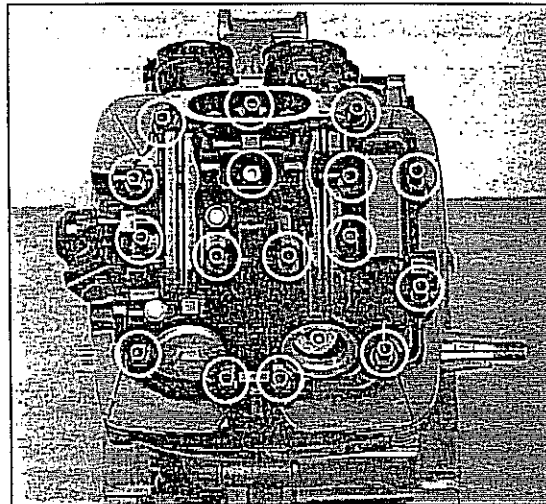

Bild 104
- 16 Innensechskantschrauben SW 5 (in Bild 104 eingekreist) schrittweise über Kreuz lösen. Drehzahlmesserwinkelgetriebe: Schraube SW 5 (Pfeil in Bild 104) ausdrehen. Zylinderkopfdeckel